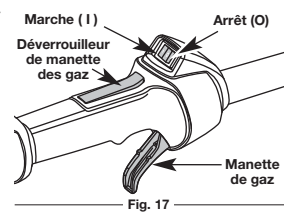

Fig. 17
REMARQUE : Il n'est pas nécessaire de faire démarrer la machine. La commande On/Off (Arrêt/Marche) est en position ON (I) en permanence (Fig. 17).
- Appuyez sur la commande Marche/Arrêt Stop et maintenez-la en position ARRÊT (O) jusqu'à ce que le moteur s'arrête complètement (Fig. 17).